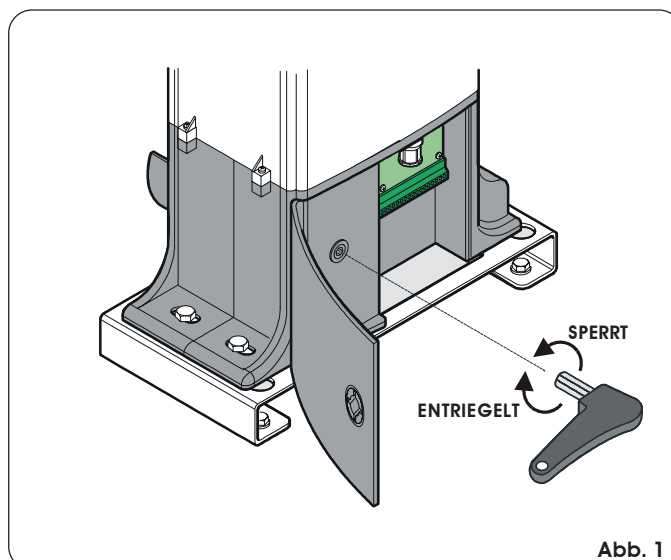

Abb. 1
- Den mitgelieferten Schlüssel, der hinter der Klappe untergebracht ist, herausnehmen. Den Schlüssel in das Entriegelungssystem stecken und im Uhrzeigersinn bis zum mechanischen Anschlag drehen (Abb. 1).
- Den Entriegelungsschlüssel im Gegenuhrzeigersinn bis zum mechanischen Anschlag drehen (Abb. 1).